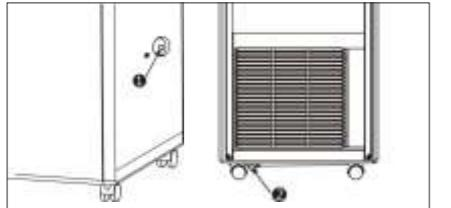

Рис. 10
1. Когда устройство работает в режиме охлаждения, установка дренажной трубы для отвода конденсата не требуется, т.к. конденсат испаряется автоматически. Убедитесь, что когда устройство находится в работе, резиновая заглушка сливного шланга надежно закреплена (см. рис.10).
2. При работе в режиме обогрева выньте резиновую заглушку (2) сливного шланга (Рис.10), установите соответствующий сливной шланг, чтобы повысить эффективность обогрева.
3. При работе в режиме осушения выньте резиновую заглушку (2) сливного шланга, установите соответствующий сливной шланг.